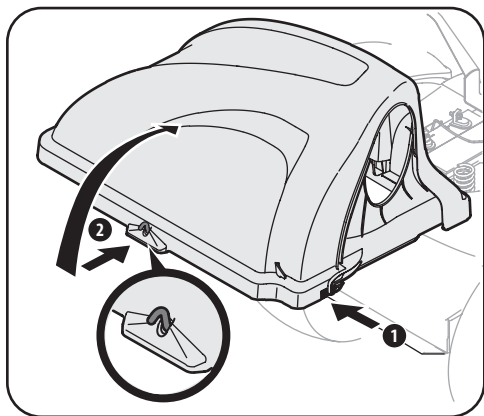

Figure 4-8
- Soulevez le couvercle du bac récupérateur en pressant sur la patte arrière droite avec votre main droite (1) et en soulevant le couvercle à partir du milieu avec votre main gauche (2). Voir Figure 4-8.